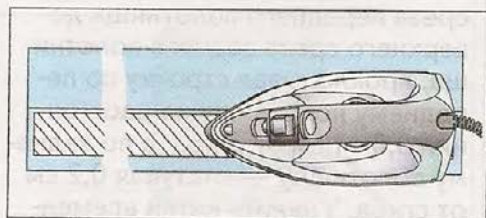

Рис. 43.
2. Наложить прокладку на внутреннюю часть деталей пояса с изнаночной стороны. Приклеить ее при помощи утюга так, чтобы верхний срез прокладки доходил до линии сгиба пояса (рис. 43).